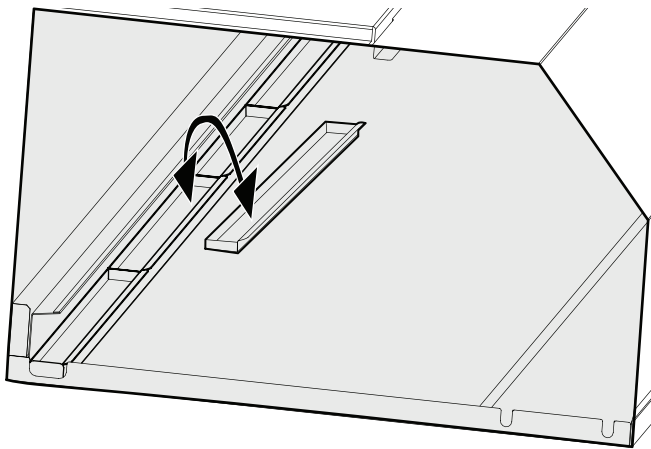

Figura 29: Bandeja para la grasa
- 2) Filtros — Empezee instalando el filtro de 8 pulg. en el centro, luego añada los otros filtros hasta los bordes. Empuje hacia arriba y deslice hacia delante, luego empuje hasta el fondo (Figura 29).